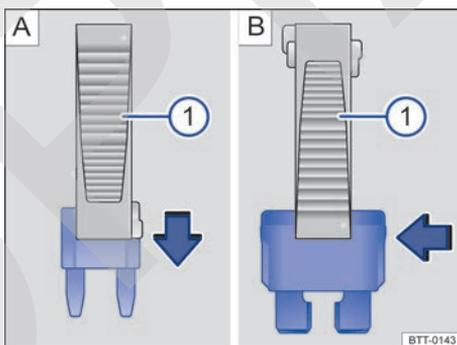

Fig. 234 Extraer o colocar el fusible con las pinzas de plástico: **A** Fusible enchufable plano. **B** Fusible tipo bloque.
- Dado el caso, retire las pinzas de plástico → fig. 234  situadas en la cubierta de la caja de fusibles correspondiente.
- En función del tipo de fusible, desplace las pinzas correspondientes → fig. 234  o → fig. 234  lateralmente sobre el fusible.